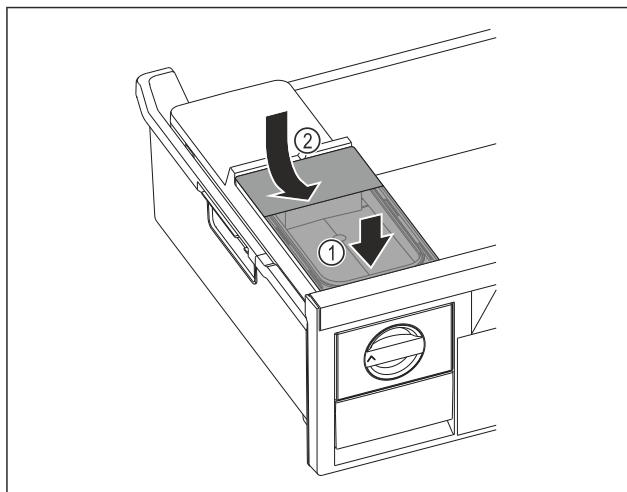

Fig. 110
- ▶ Watertank aan de voorkant plaatsen. Fig. 110 (1)
- ▶ Watertank aan de achterkant laten zakken. Fig. 110 (2)